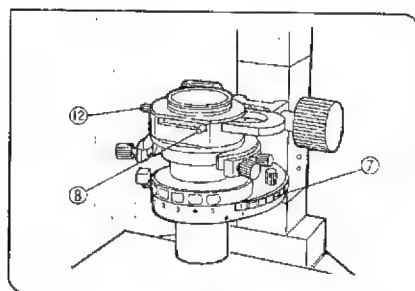

図 96
- 4) コンデンサのターレット⑦を回し、BFの明視野観察光路(光路に光学素子がない状態)にします。(図96)
- 5) ポラライザユニット(IX-LWPO)のポラライザ挿脱レバー⑧を右側に動かしてポラライザを光路に入れます。(図96)
- 10) 対物レンズの瞳を見ながら、ポラライザユニットのポラライザ回転/固定つまみ⑫を水平回転させ、黒の干渉縞が最も濃くなる位置がポラライザの使用位置です。(図96,98)
- 1) コンデンサのターレット⑬を回し、使用する対物レンズに合ったノマルスキープリズム素子を光路に入れます。(図96)